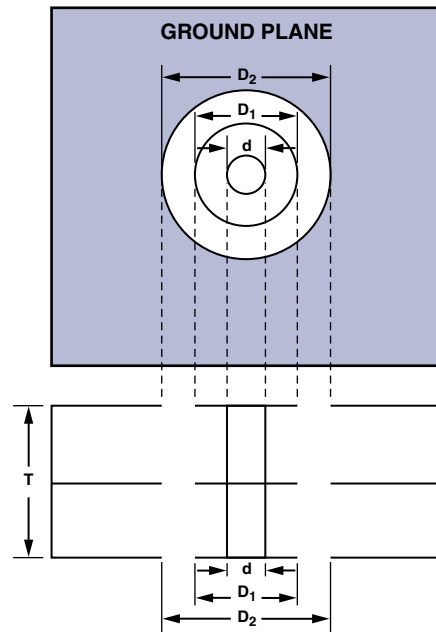

图 8. 通孔尺寸
通孔是另外一种寄生源；它们能引起寄生电感和寄生电容。公式 (3) 是计算寄生电感的公式（参见图 8）。
公式 (4) 示出了如何计算通孔（参见图 8）引起的寄生电容